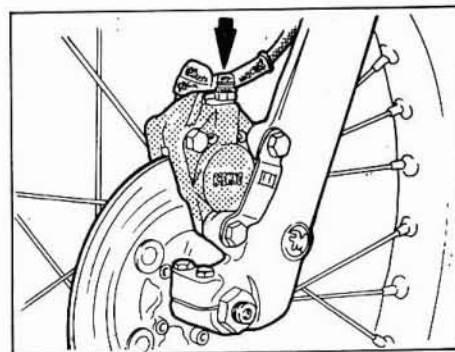

Fig. 17 - Pinza freno anteriore.
- togliere il cappuccio di protezione della valvola di sfiato sulla pinza freno (Fig. 17 e 18); (per evitare inutili e dannosi spruzzi di olio consigliamo di inserire sulla valvola un tubetto di plastica trasparente collegato ad un recipiente qualsiasi);